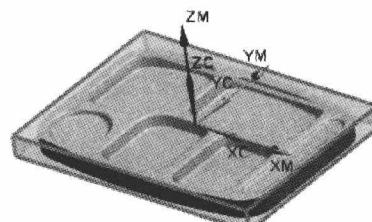

图 1.4 毛坯几何体
Step3. 单击“毛坯几何体”对话框中的 **确定** 按钮，系统返回到“铣削几何体”对话框，完成图 1.4 所示的毛坯几何体的创建。